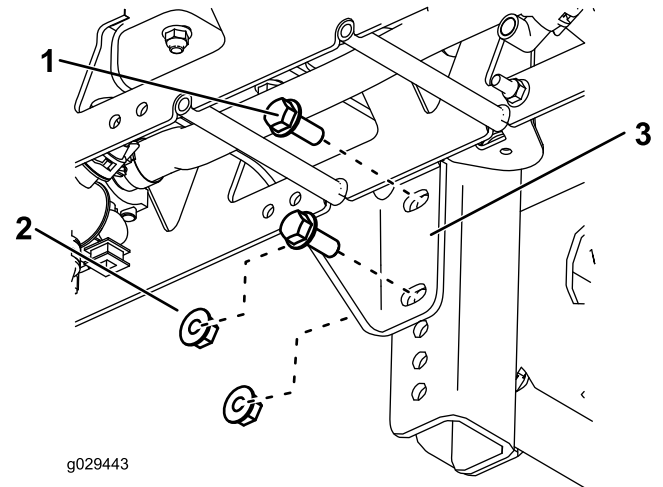

Figure 8
- Repérez l'emplacement des trous de fixation des supports sur la machine (Figure 8).
- Retirez les 2 écrous et les 2 boulons des deux supports de montage et déposez la rampe de la machine (Figure 8).